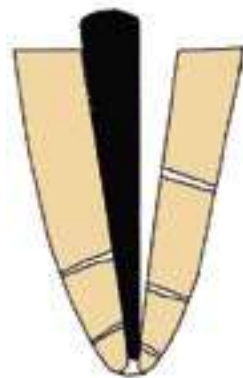

Fig. 1. Essai du maître-cône
- Essai du maître-cône (Fig. 1)